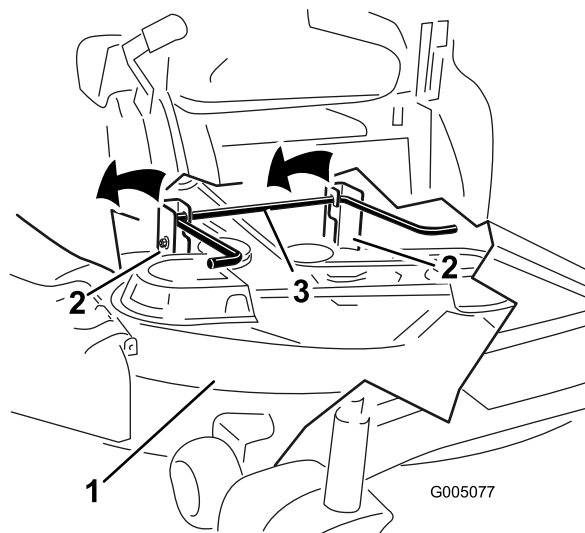

Figure 53
5. Soulevez et enlevez le tablier de coupe et les supports de la tige de levage arrière et abaissez la tondeuse au sol avec précaution (Figure 53).
5. Soulevez l'arrière du tablier de coupe et guidez les supports sur la tige de levage arrière (Figure 53).